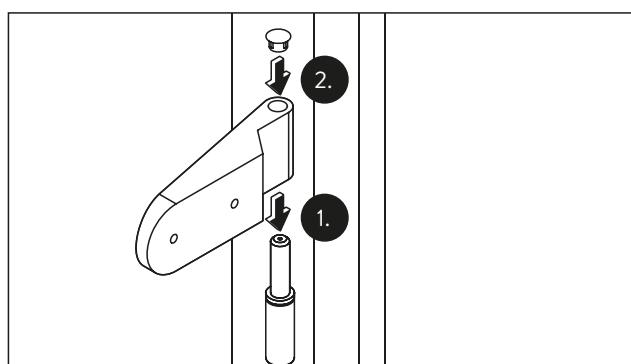

Abb. 21 Mounting the door hinges
- Put the door hinges onto the frame pivots (Fig. 21).
- Put the caps on (Fig. 21).